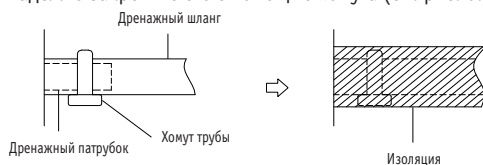

Рис. 6.1
2. Подсоедините трубу для отвода воды к дренажному патрубку блока. Наденьте на конец шланга теплоизоляционный материал и надежно закрепите его с помощью хомута (см. рис. 6.1).